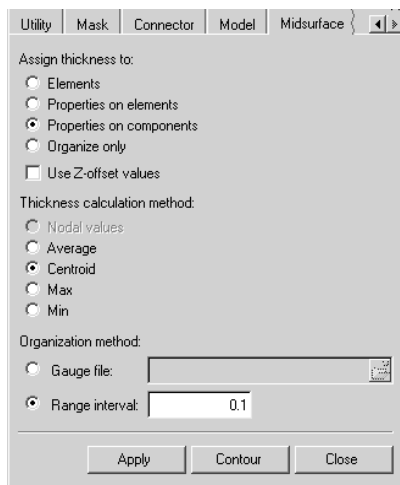

图 7-47 Midsurface Thickness 面板
(5) 单击 Midsurface Thickness 按钮, 按如图 7-47 选项设定相关参数单击 Apply 按钮。